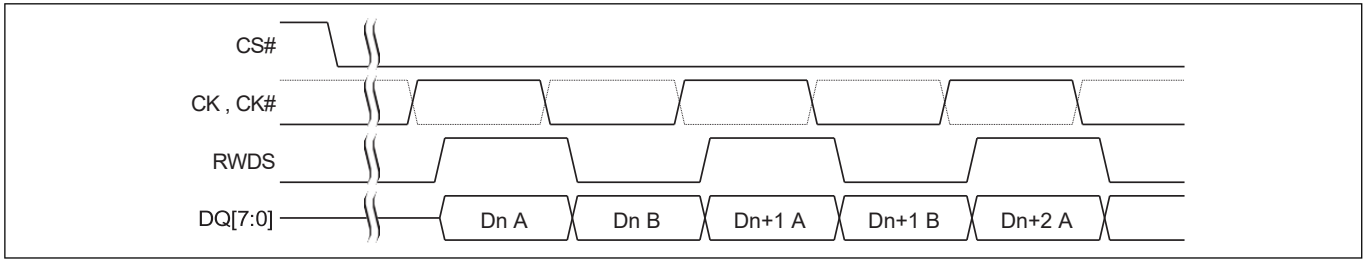

图 4-2 读取传输期间的数据放置^[14、15、16、17、18]
14. 图4-2 显示了 HyperBus 上的读取传输的一部分。差分时钟的 CK# 以虚线波形显示。